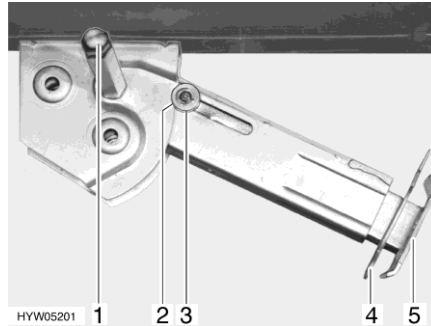

Bild 40 Hubstütze
- Am Sechskant (Bild 40,1) den Steckschlüssel aufstecken und drehen, bis die Hubstütze senkrecht nach unten steht.
- Splint (Bild 40,4) aus der Stützfußverlängerung (Bild 40,5) herausziehen.
- Am Sechskant (Bild 40,1) den Steckschlüssel aufstecken und drehen, bis die Hubstütze wieder vom Boden frei ist.
- Stützfußverlängerung (Bild 40,5) ganz einschieben und Splint (Bild 40,4) in die vorgesehene Bohrung an der Stützfußverlängerung stecken.
- Mit Steckschlüssel am Sechskant (Bild 40,1) drehen, bis Hubstütze nach oben geschwenkt und die Führungsscheibe (Bild 40,3) vollständig in die Kerbe (Bild 40,2) eingefahren ist.